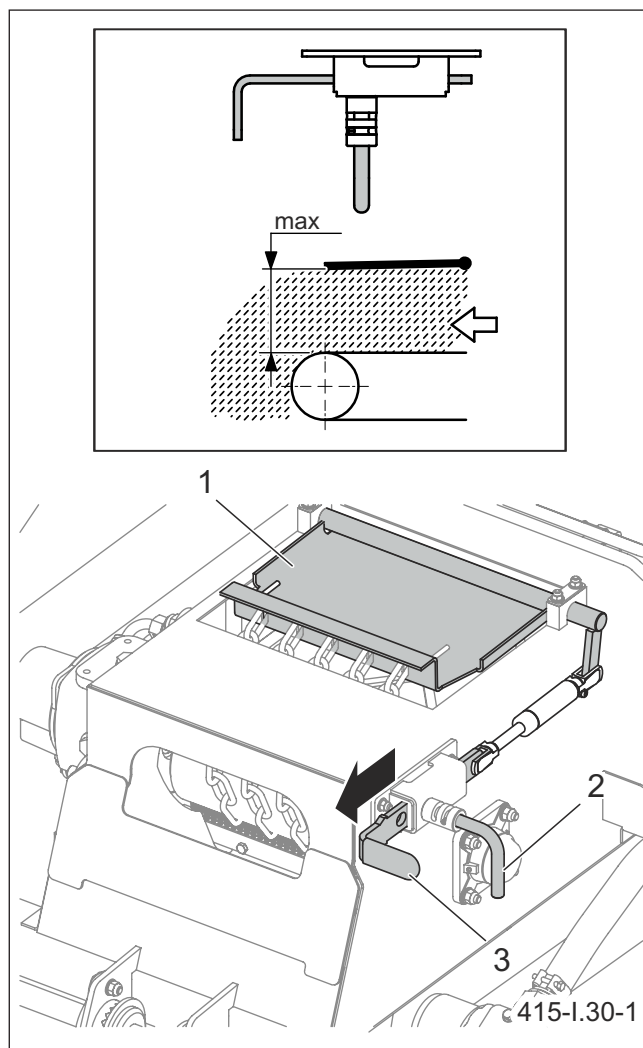

Рисунок 5.28 Установка заслонки для разгрузки (1) заслонка (2) блокирующий шкворень (3) - ползун
- установить заслонку в максимально открытое положение (рисунок 5.28),
- ослабить прижимной болт (2),
- поднять разбрасывающий механизм (1), придерживая его за рукоятку (3), что засигнализирует контрольная лампочка на пульте управления - „Диск поднят”,
- затянуть болт (2).
Чтобы переставить заслонку (1) в положение для разгрузки (рисунок 5.28), необходимо повернуть и оттянуть шкворень (2) и поднять заслонку, потягивая за ползун (3). Максимально открытое положение заслонки используется только на время выгрузки материала из бункера.